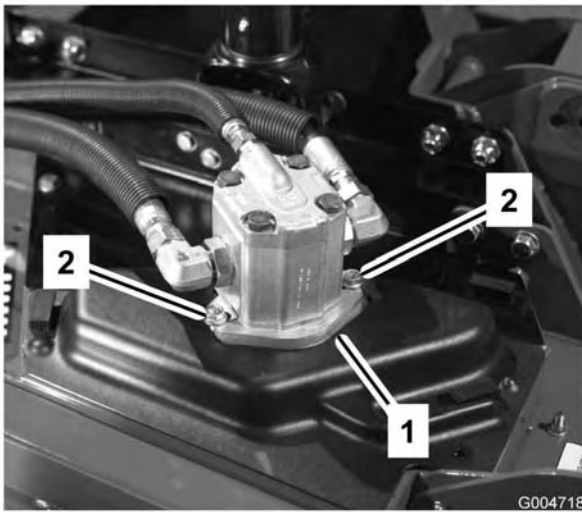

Figura 66
4. Retire los pernos que sujetan el motor hidráulico a la unidad de corte (Figura 66). Retire el motor de la unidad de corte y póngalo encima de la unidad de corte.